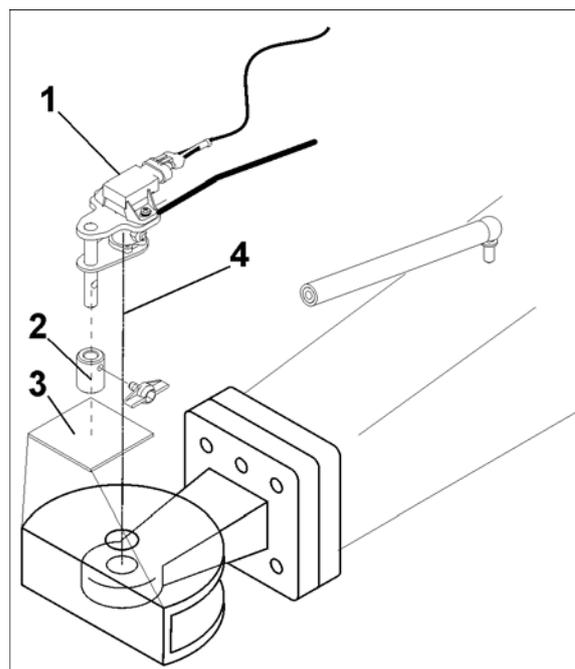

Рис. 134
- Обеспечьте минимальный зазор между точкой присоединения и датчиком угла поворота (Рис. 134/ X) (особенно в случае дышла «Hitch»).